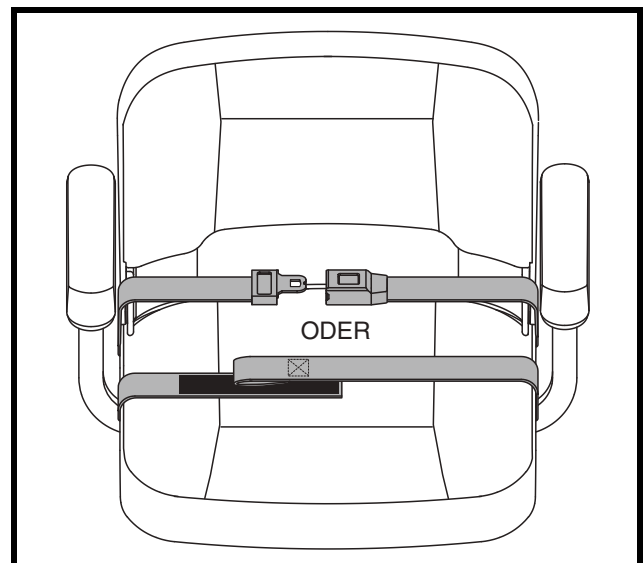

Abb. 20. Rückhaltegurte - Rückhaltegurt mit Schloss
1. Schloßzunge in das Schloßteil stecken, bis der Schnellverschluß hörbar einrastet. **Siehe Abb. 20.**
1. Führen Sie die beiden Enden des Gurts zusammen, so dass die eine Seite des Klettverschlusses, an der sich die Schlaufen befinden, direkt über der raueren Seite mit den Widerhaken liegt. Zum Sichern fest zusammendrücken. **Siehe Abb. 20.**